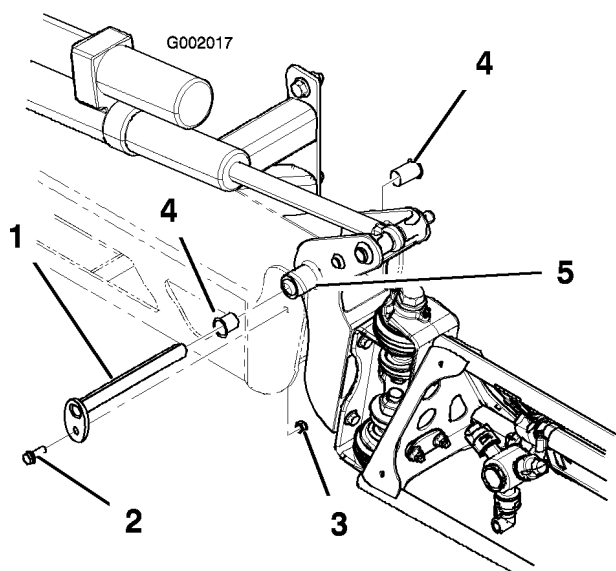

図 72
3. ブームを支えておきながら、ピボット・ピンをブーム・アセンブリに固定しているボルトとナットを取り外す (図 72)。ピボット・ピンを取り外す。
- ナイロン・ブッシュを取り外し、ピボット・ブラケットの前面および後面側から見て点検する(図 72)。磨耗したり破損したりしている場合は交換する。
- センター・フレームにブーム&ピボット・ブラケット・アセンブリを取り付け、開口部を整列させる(図 72)。